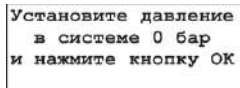

Рисунок 4.7 – Экран первого этапа калибровки
5. Контролируя давление внешним манометром установить давление в системе 0 бар и нажать клавишу  $\checkmark$ . Экран первого этапа калибровки представлен на рис. 4.7.